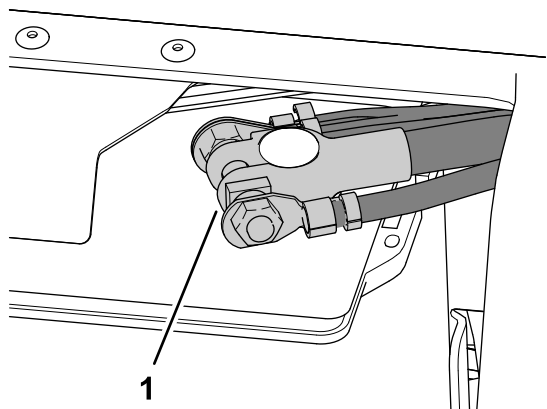

Figura 43
1. Conecte el terminal del cable negativo de la batería al borne negativo de la batería, y apriete la tuerca del terminal a mano (Figura 43).